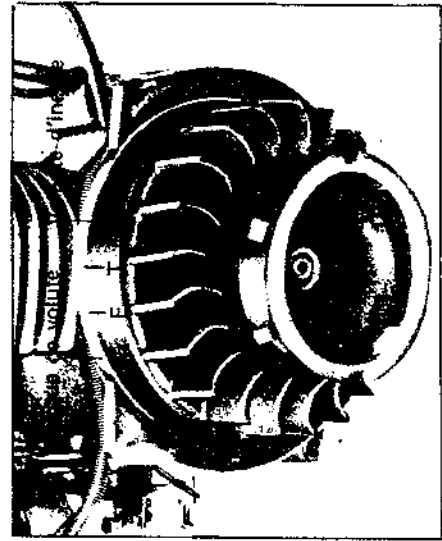

Fig. 21
- 5-7-3 Extraire le volant d'inertie en prenant bien soin de ne pas faire tourner le vilebrequin. Ensuite régler le rupteur au point de décollage des vis platinees (Fig. 21).